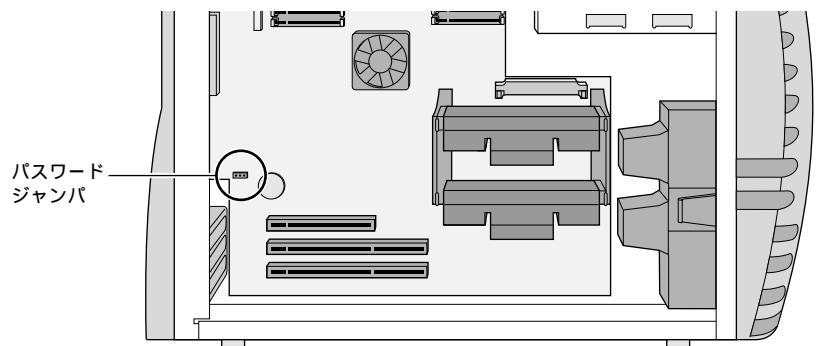

図 8-1 パスワードジャンパ
4. システムボードのPCIカードの上にあるパスワードジャンパの位置を確認します（図 8-1）。